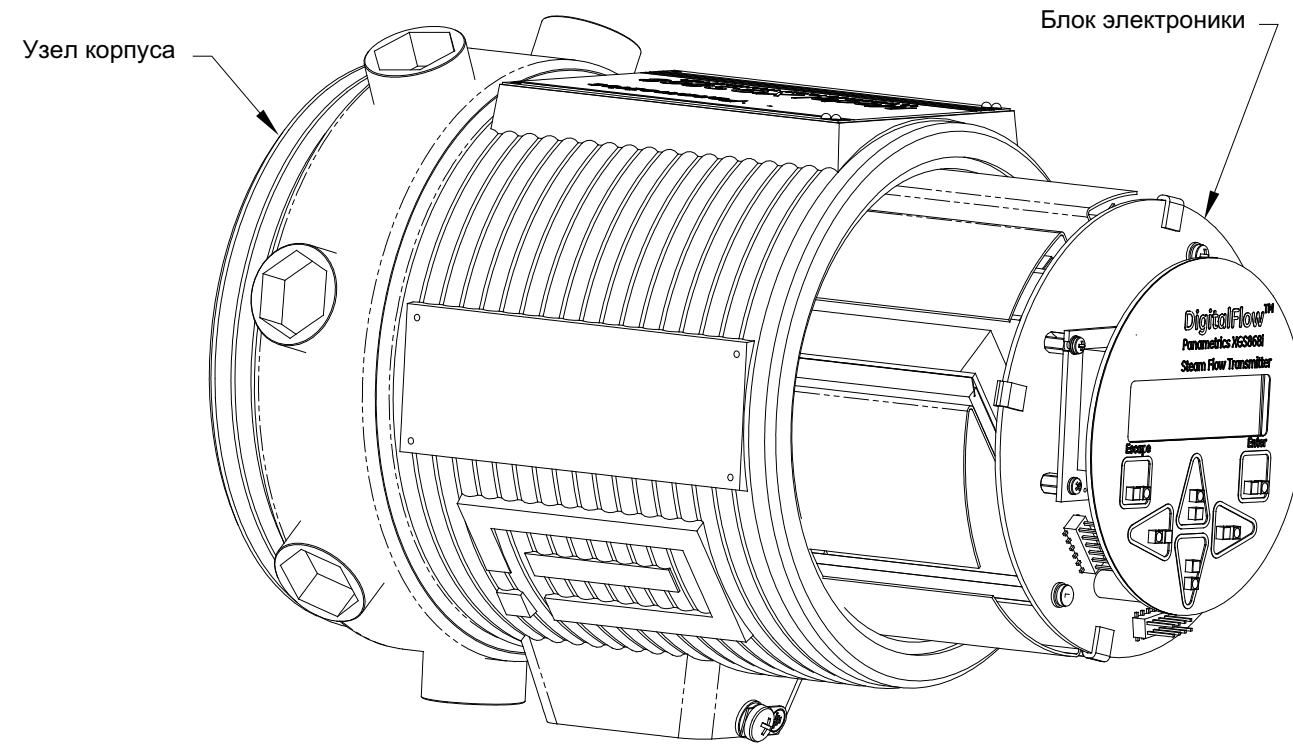

Рисунок 3
- Вдвиньте конец клеммной платы узла схемной платы с передней стороны блока электроники. Совместив слоты по периметру клеммной платы с секциями контактов в блоке, вводите узел схемной платы в блок, пока клеммная плата не коснется контактов с задней стороны блока (см. *рис. 3*).
Доступ к меню *Calibration/Test* выполняется из меню *New Meter Browser* (Браузер новых измерительных приборов) приложения PanaView. Используйте это меню для калибровки и тестирования аналоговых выходов слота 0 (Slot 0), а также для калибровки и (или) тестирования любых дополнительных карт, установленных в слоте расширения Slot 1. Обратитесь к картам меню на *рис. 3 на стр 9* для использования их в качестве руководства при выполнении указаний по калибровке.